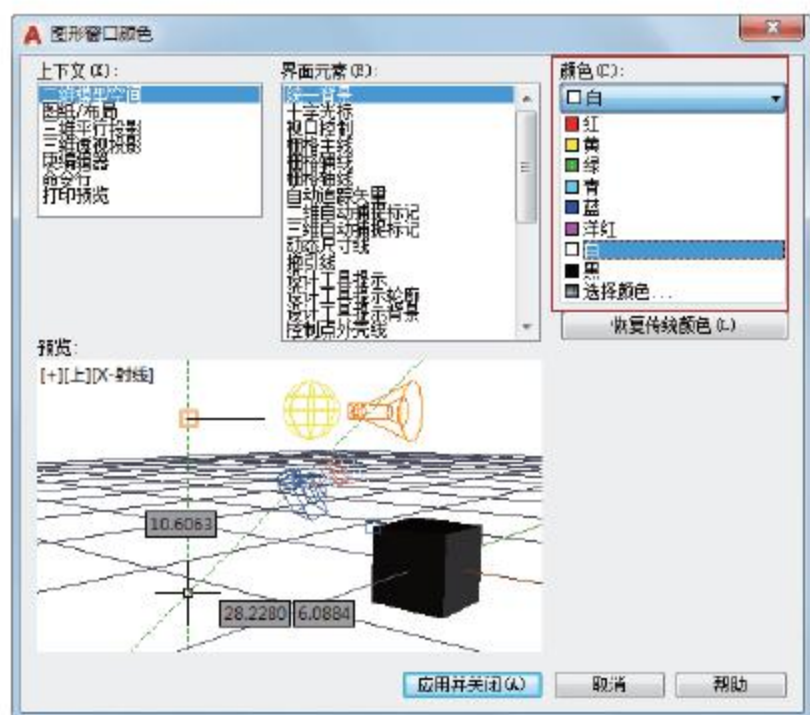

图2-56 选择颜色
**02** 弹出【图形窗口颜色】对话框,在【上下文】列表框中选择【二维模型空间】选项,然后在【颜色】下拉列表框中选择【白】选项,如图2-56所示。单击【应用并关闭】按钮,绘图区域背景即变为白色。